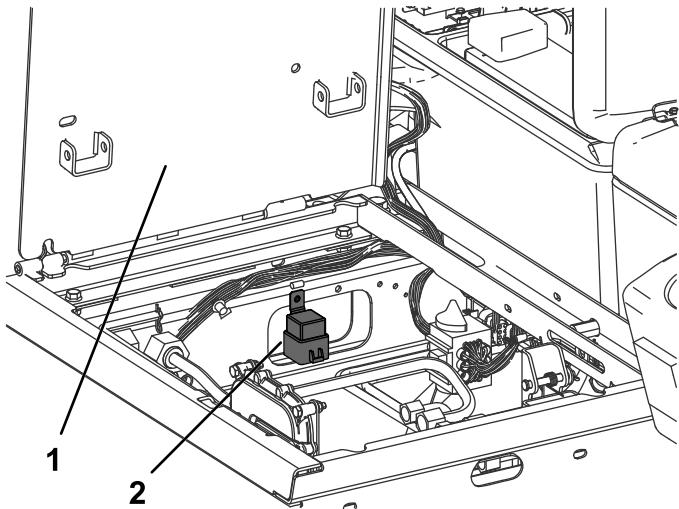

図 26
7. キットに付属しているタッピングねじを使って、リレーをリレーマウントに図 26 のように取り付ける。